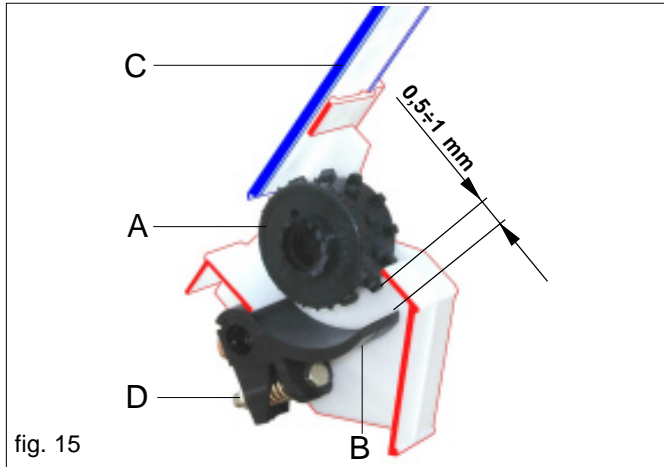
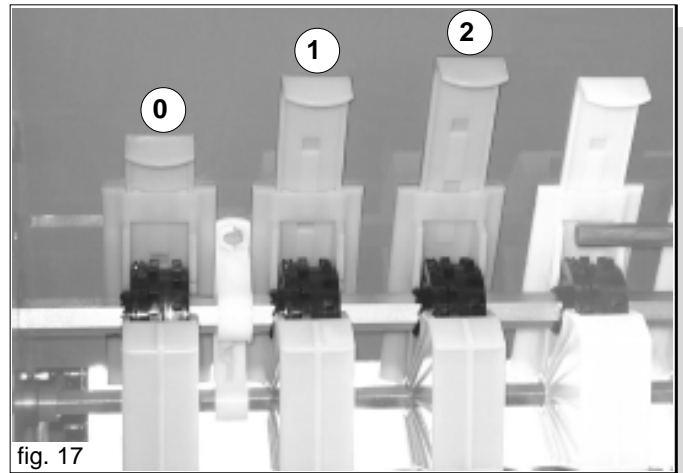

fig. 15
fig. 17
Befinden sich die Abtaster (B Abb. 15) in der richtigen Position, so gewährleisten Sie eine kontinuierliche und konstante Verteilung des Saatguts.
Für eine optimale Saatgutausstreuung ist regelmäßig die Position der Abtaster (B) zu kontrollieren: der Abstand zwischen dem Taster und der Särolle (A) wird durch eine Mutter (D) bis $0,5 \div 1$ mm (Abb. 15).
Je nach Saatgut muß vor der Aussaat der geeignetste Särollentyp (A Abb. 15) gewählt werden. Die Maschine ist mit Rollen für kleine, mittelgroße und große Samen ausgestattet. Die Säapparaturrolle wird unter Beachtung der in der Tabelle 4 (Seite 40) aufgeführten Anleitungen ausgewählt. Zur Auswahl der Rolle mit kleinen Zähnen muß der mitgelieferte Schlüssel (Abb. 16) in das Loch auf der linken Seite der Rolle eingesetzt werden und die Schubsperrung muß nach außen gedrückt werden.
Die Blätter zum Verschluss (C Fig. 15) der Samenausgangsstutzen des Trichters haben **drei Einstellpositionen** (Abb. 17).
Die Aussaattiefe wird mit einer Kurbel gleichzeitig für alle Scharren eingestellt. Beim Drehen dieser Kurbel (Abb. 17) im Uhrzeigersinn üben die Scharren mittels der Zugfedern einen größeren Druck auf den Boden aus und das Saatgut fällt automatisch tiefer in den Boden.